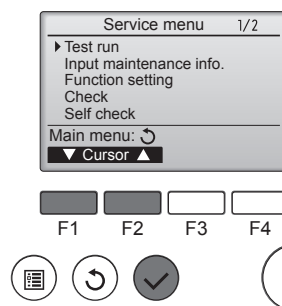

Fig. 8-1
- 1 Selezionare l'opzione "Test run" (Prova di funzionamento) dal Menu di Servizio, quindi premere il pulsante [SCEGLI]. (Fig. 8-1)